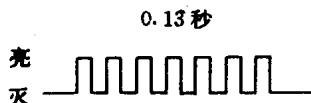

图 1-1-5 警告灯每隔 0.13 秒闪亮一次
- (1) 将点火开关处于“LOCK”位置；
- (2) 用诊断连接线连接连接器的 TE2 和 E1 端子；
- (3) 将点火开关转至“ON”位置，就开始了试验工作方式的故障诊断。为证实是否在试验工作方式，在点火开关转至“ON”位置时，检查发动机故障警告灯，应每隔 0.13 秒闪亮一次，如图 1-1-5 所示；